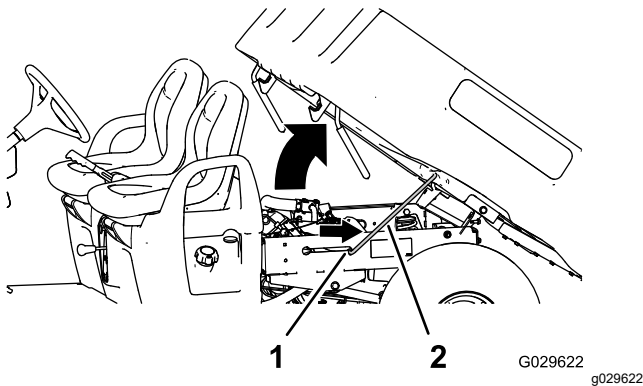

Figura 14
2. Prenda a caixa com a barra de apoio na ranhura de bloqueio (Figura 14).
2. Retire a barra de apoio da ranhura de bloqueio (Figura 14).
3. Desça a caixa até prender em segurança (Figura 14).